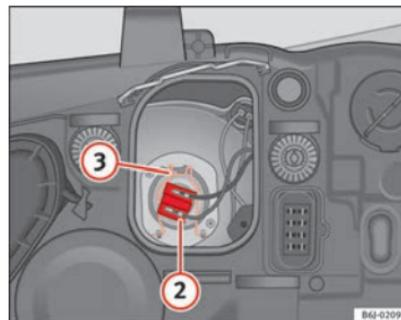

Fig. 142 Feux de croisement
- Retirez le connecteur ⇒ fig. 142 ② de l'ampoule.
- Décrochez le ressort entrebâilleur ⇒ fig. 142 ③ en le pressant vers l'intérieur et vers la droite.